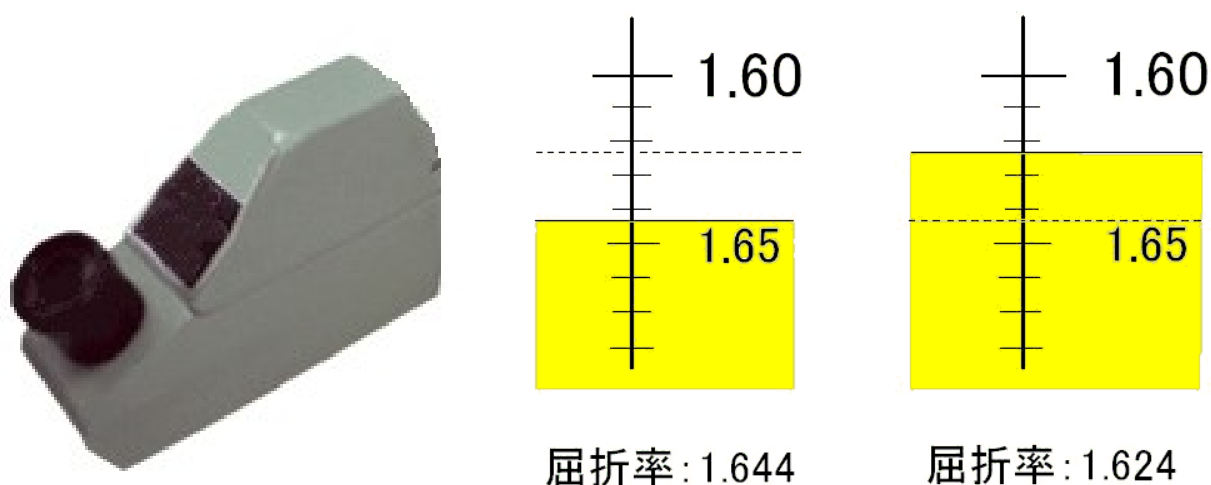

図5-1 屈折計の本体（左）とその見え方の例（右）
屈折計（図5-1，左）は，表面が平らであれば，屈折率が測定できます．使用する際には，その測定値が正しい数値であるかをチェックするため，水と合成無色サファイアを使います．水は，1.333，合成無色サファイアは，1.770～1.762を示します．もし，数値がズレている場合には屈折計内部にある調整用ネジを回して修正します．
- ① 宝石の平らな面をその液体に付着させます．
- ② 覗くところに円盤状の偏光板をセットし，その偏光板を360°回転させながら観察し，明暗の境界線が，はっきり見えるところを探します．例えば，トルマリンは，1.644と1.624という値に明暗の境目が見えます（図5-1,右）．これが屈折率です．